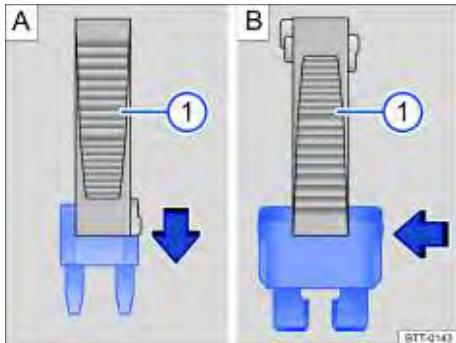

Fig. 168 Remover ou instalar um fusível com a garra da pinça de plástico ①.
- Se necessário, retirar a pinça de plástico ⇒ Fig. 168 ① da cobertura da caixa de fusíveis.
- Em caso de fusíveis pequenos, encaixar a garra ① por cima ⇒ Fig. 168 A.
- Em caso de fusíveis maiores, empurrar a garra ① lateralmente sobre o fusível ⇒ Fig. 168 B.
- Caso o fusível esteja queimado, substituir o fusível por um novo da mesma intensidade de corrente (mesma cor e inscrição) e do mesmo tamanho ⇒ ①.